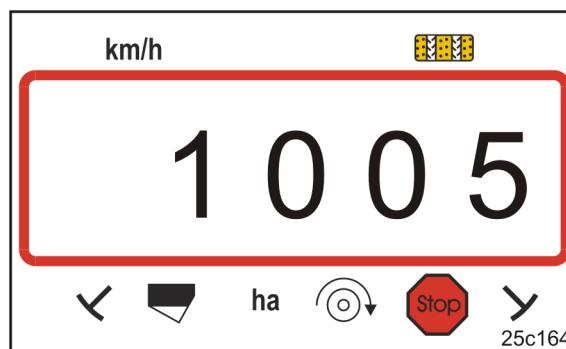

Рис. 20
- На дисплеї (Рис. 20) відображається калібрувальне значення (напр., 1005 імп./100 м).